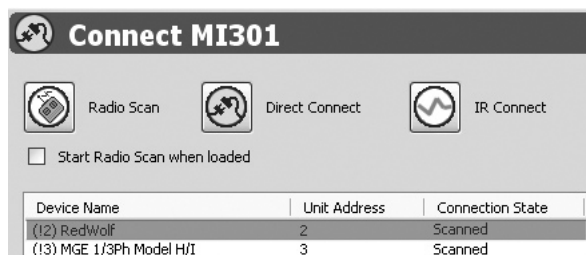

Рис. 21 Выбор устройства
9. Выберите подключаемый насос и нажмите [Connect] (подключить). См. рис. 21 и 22.